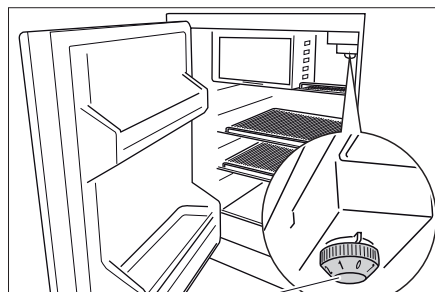

Fig. 247 Boutons de commande à l'intérieur du réfrigérateur
- Tourner le régulateur de température (Fig. 247,1) vers la droite. L'appareil est enclenché.
- Mettre le régulateur de température (Fig. 247,1) sur "0".
- Régler la température de réfrigération avec le régulateur de température (Fig. 247,1).
- min. (1) = puissance de réfrigération minimale
- max. (7) = puissance de réfrigération maximale